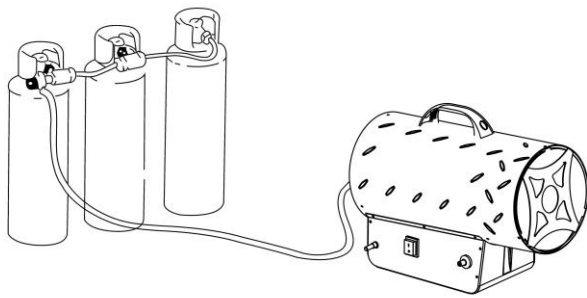

Figura 1
- 1.9. Si el calentador tiene que funcionar durante un periodo largo a su máxima capacidad, es posible que se forme hielo en el cilindro de gas. Esto se debe a la extracción excesiva de vapor. No por este motivo, o por cualquier otro, se debe calentar el cilindro para evitar este efecto, o al menos reducirlo, utilice un cilindro grande o dos cilindros conectados entre sí (Figura 1).